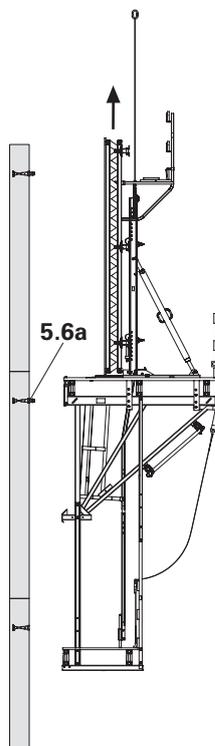

Fig. B4.03
4. Baixar o sistema trepante no anelão (5.6b) uniformemente e horizontalmente até que o apoio inferior (1.7) da consola encoste na parede. Os meios de elevação mantêm-se tensionados. (Fig. B4.03 – B4.05 + B4.06)